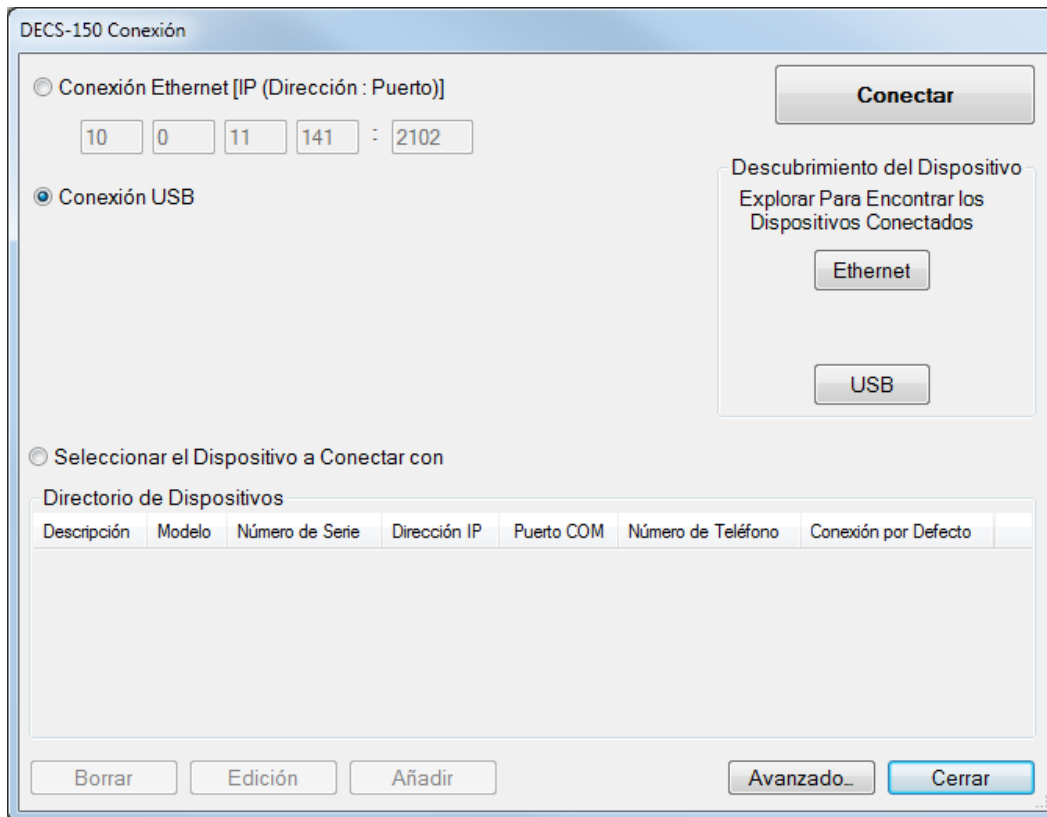

Figura 20-3. Ventana Conexión del DECS-150
3. En *BESTCOMSPi*[®], haga clic en Comunicación, Nueva conexión, DECS-150, o en el botón Conexión de la barra de menú inferior. Aparece la ventana Conexión de DECS-150 que se muestra en la Figura 20-3.